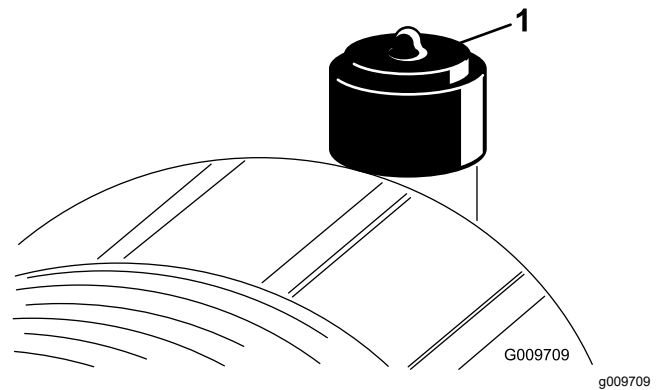

Figura 50
Effettuate la manutenzione dell'elemento filtrante del filtro dell'aria solo quando l'indicatore della restrizione (Figura 50) lo richiede. Sostituendo l'elemento filtrante del filtro dell'aria prima del necessario si aumenta il rischio che la morchia penetri nel motore quando lo si toglie.
- Se la spia è rossa, resettate l'indicatore di restrizione (Figura 50).